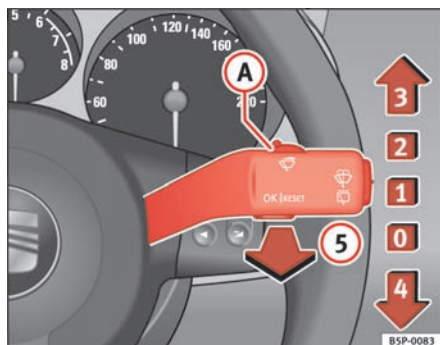

Fig. 84 Betjeningsarm til viskere og sprinklere
Betjeningsarmen til viskerne ⇒ fig. 84 har følgende positioner:
- Hvis bilen standser, når trin ⇒ side 118, fig. 84 ② eller ③ er valgt, skiftes der automatisk ned til næste lavere trin. Når bilen kører igen, skiftes der automatisk tilbage til det indstillede viskertrin.